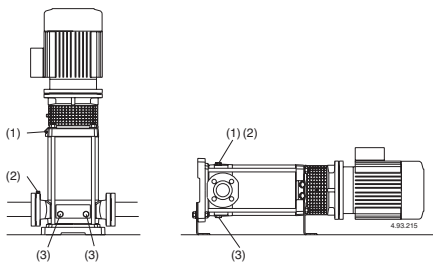
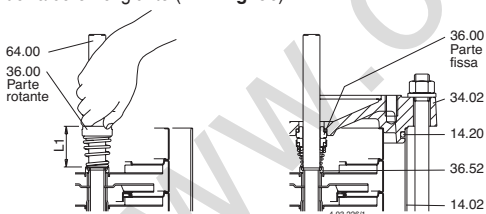

Fig. 4 (1) Riempiemento e sfiato
Fig. 5 Montaggio tenuta meccanica
Con la **pompa sopra il livello dell'acqua** da sollevare (funzionamento in aspirazione, **fig. 3A**) o con un battente insufficiente (inferiore a 1 m) per aprire la valvola di non ritorno, riempire il tubo aspirante e la pompa attraverso l'apposito foro (1) (**fig. 4**).
Con il **livello dell'acqua in aspirazione sopra la pompa** (funzionamento sotto battente, **fig. 3B**) riempire la pompa aprendo lentamente e completamente la saracinesca nel tubo di arrivo, tenendo aperta la saracinesca in mandata ed i fori di sfiato (**fig. 4**) per fare uscire l'aria.
Chiudere i fori di sfiato (**fig. 4**), per le pompe MXV-B, MXV(L) 25-32-40 e MXV(L)4 25-32-40 serrare la vite a spillo (14.17) nel tappo di scarico (14.12) (**fig. 4b**) e chiudere il foro di sfiato (14.04).
Se si verifica una perdita di adescamento (interruzione del flusso di mandata, nonostante le saracinesche siano aperte) o se si nota una oscillazione della pressione indicata dal manometro, ripetere lo sfiato del lato aspirazione, verificare che tutte le giunzioni del tubo aspirante siano a perfetta tenuta e serrare il tappo di sfiato ed i tappi di scarico sul lato aspirazione (**fig. 4**).
Possibilmente, come nel caso di impieghi temporanei con liquidi sporchi, fare funzionare brevemente la pompa con acqua pulita per rimuovere i depositi. Oppure, dopo lo svuotamento, eseguire un lavaggio immettendo acqua pulita (almeno 40 litri) nel foro di riempimento (1) lato mandata e lasciandola uscire dal foro di scarico (3) lato aspirazione (**fig. 4**).
Prima dello smontaggio scollegare il cavo dalla scatola morsetti, chiudere le saracinesche in aspirazione e mandata e svuotare il corpo pompa (**fig. 4**). Per lo smontaggio ed il rimontaggio osservare la costruzione sul disegno in sezione (**capitolo 14.**) e le **figure 5, 6**.
Estrarre la tenuta meccanica (36.00), la parte rotante dall'albero (64.00), facendo attenzione a non rigare l'albero e la parte fissa dal coperchio superiore (34.02). Spingere la parte rotante sull'albero (64.00) fino all'anello di spallamento (36.52), lasciando la molla non compressa. Controllare la lunghezza prima e dopo l'infilo e sollevare l'anello rotante fino alla lunghezza iniziale (L1 in **fig. 5**).